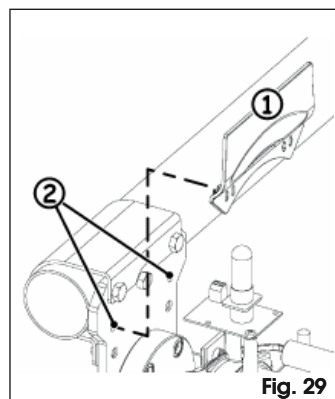

Fig. 29
• Zet de onderkant van de behuizing van de armhouderplaat, Fig. 29 ref. ①, op zijn plaats door hem in de twee vrije gaten op de plaat te haken, Fig. 29 ref. ②.